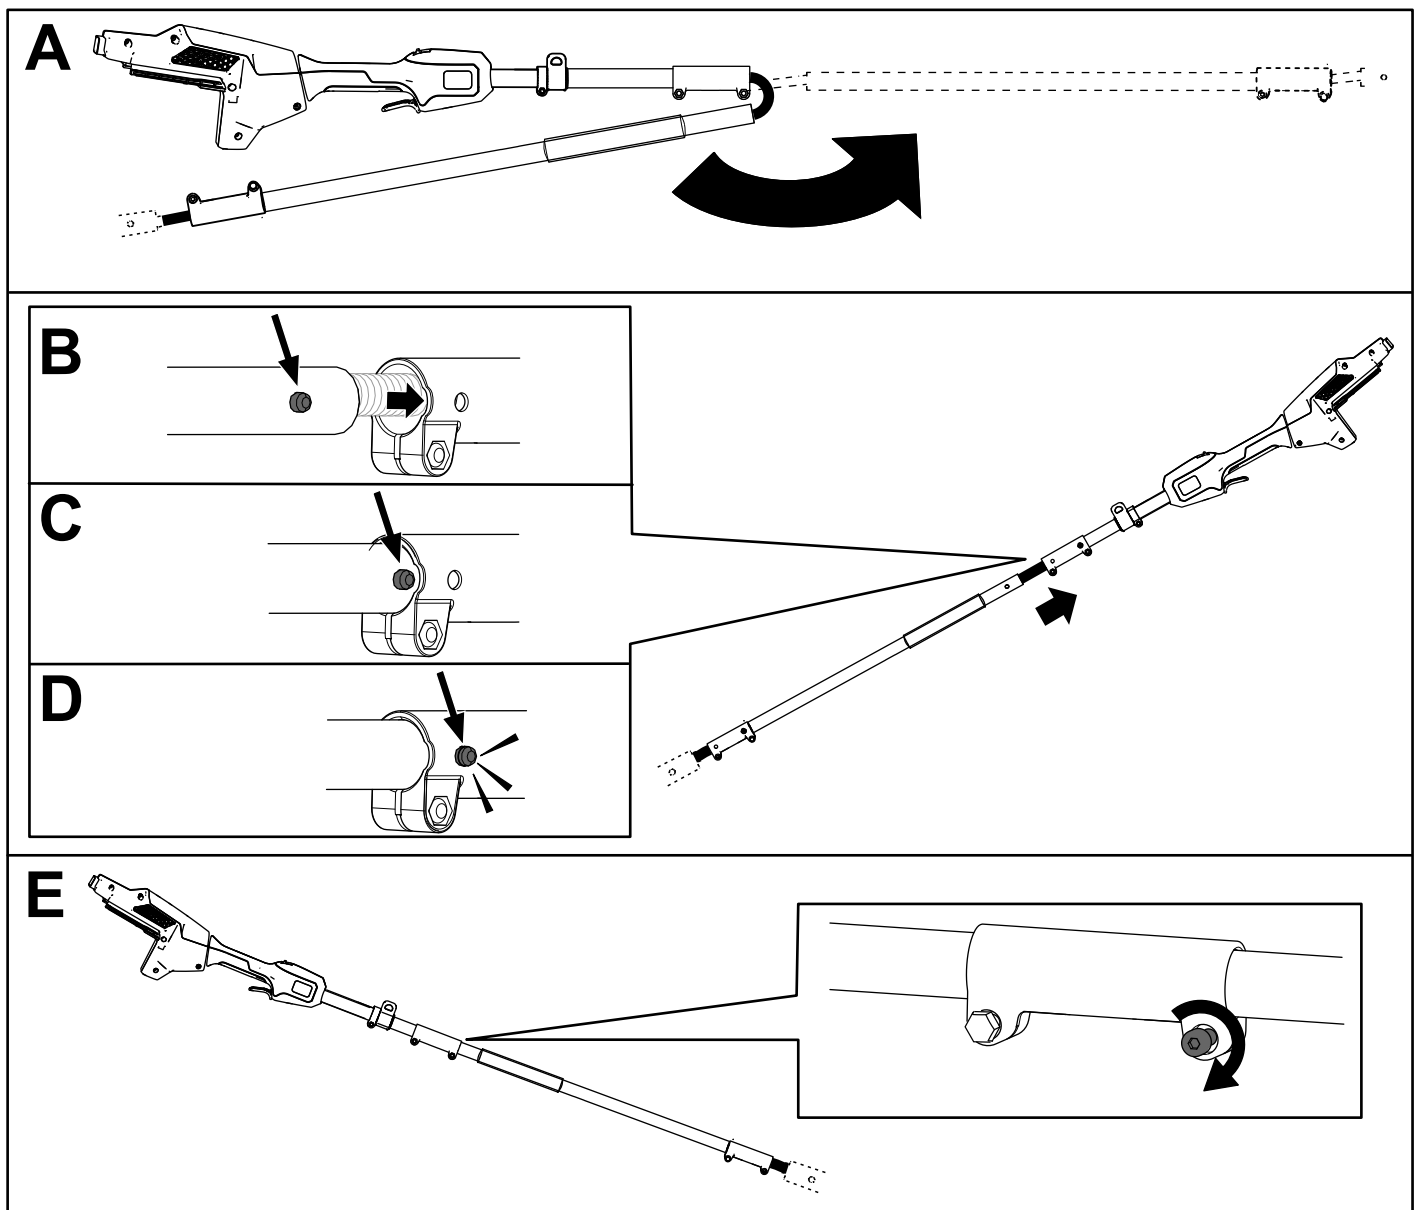

Figura 5
2. Allineate il pulsante di bloccaggio sulla sezione intermedia del palo con il foro scanalato all'estremità della sezione della maniglia del palo, e fate scorrere insieme i 2 alberi (Figura 5).
3. Utilizzate l'attrezzo fornito per fissare queste 2 sezioni del palo insieme (E di Figura 5).
4. Ripetete questa procedura per collegare la sezione della sega a palo alla sezione intermedia del palo (Figura 5).